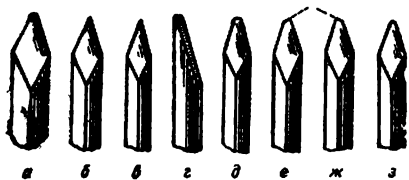

Рис. 22. Резцы для разных работ
**Резцы.** Для работы на токарном станке применяются (рис. 22) квадратные, ромбовидные и фигурные резцы. Для наружной обдирочной обточки применяют резец *а* с закругленным острием, редко ломающийся и устойчивый в работе. Для грубой работы по латуни и стали применяют резец *б*, для мелкой точной работы (подточки, чистовой отделки и т. п.) — резец *в*. Резец *г* очень удобен для вытачивания канавки в заводном вале. Резцы *д*, *е*, *ж* применяют для фи-